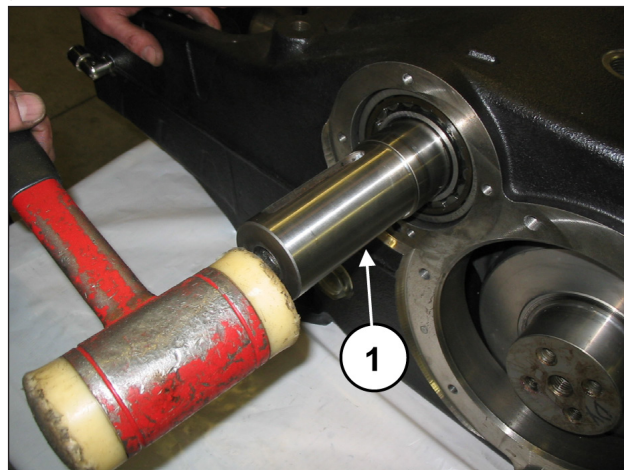
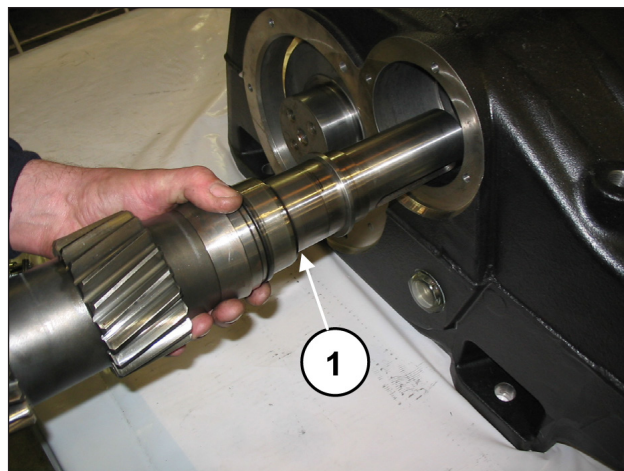

图 31
图 32
用锤子（位置①，图 31）从两侧拉出PT0轴（位置①，图 32）。